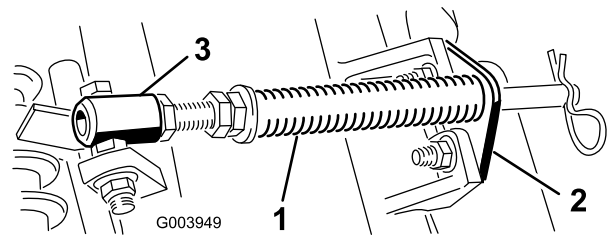

Bild 10
- A. Nehmen Sie die zwei Schlossschrauben und Muttern ab, mit denen die Stangenhalterung an den Nasen der Schneideinheit befestigt ist (Bild 10).
- B. Nehmen Sie die Bundmutter ab, mit denen die Schraube des Federrohrs an der Nase des Trägerrahmens befestigt ist (Bild 10)